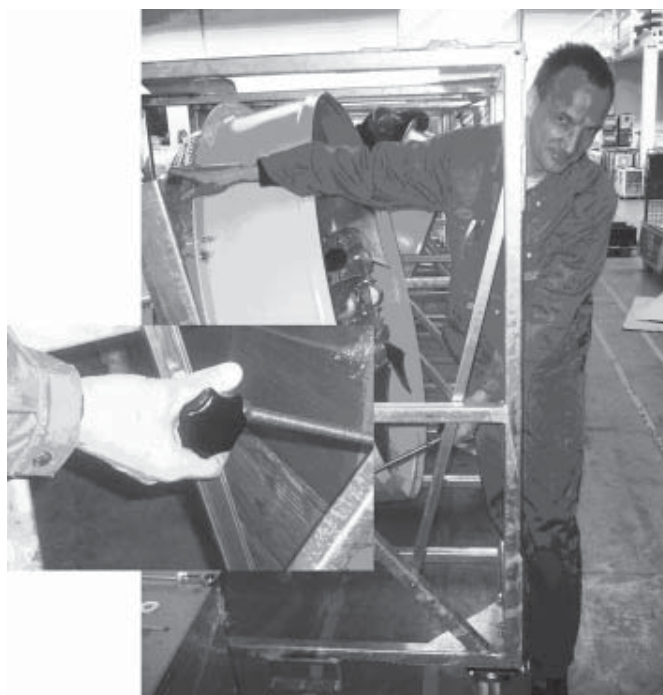

Abbildung 2: Verstellung des TTW 100.000
- Wichtig: neigen Sie den Ventilator erst, wenn der Frequenzumformer aus dem Gestell heraus gestellt ist! Wenn Sie den Neigewinkel des Luftstroms, bzw. des Ventilators verändern, fixieren Sie bitte den Ventilator mit dem Sternknauf an der Schiene, in dem Sie den Griff fest anziehen. Halten Sie den Ventilator mit der einen Hand und mit der anderen verschieben Sie den Feststellknauf (Abbildung 2).